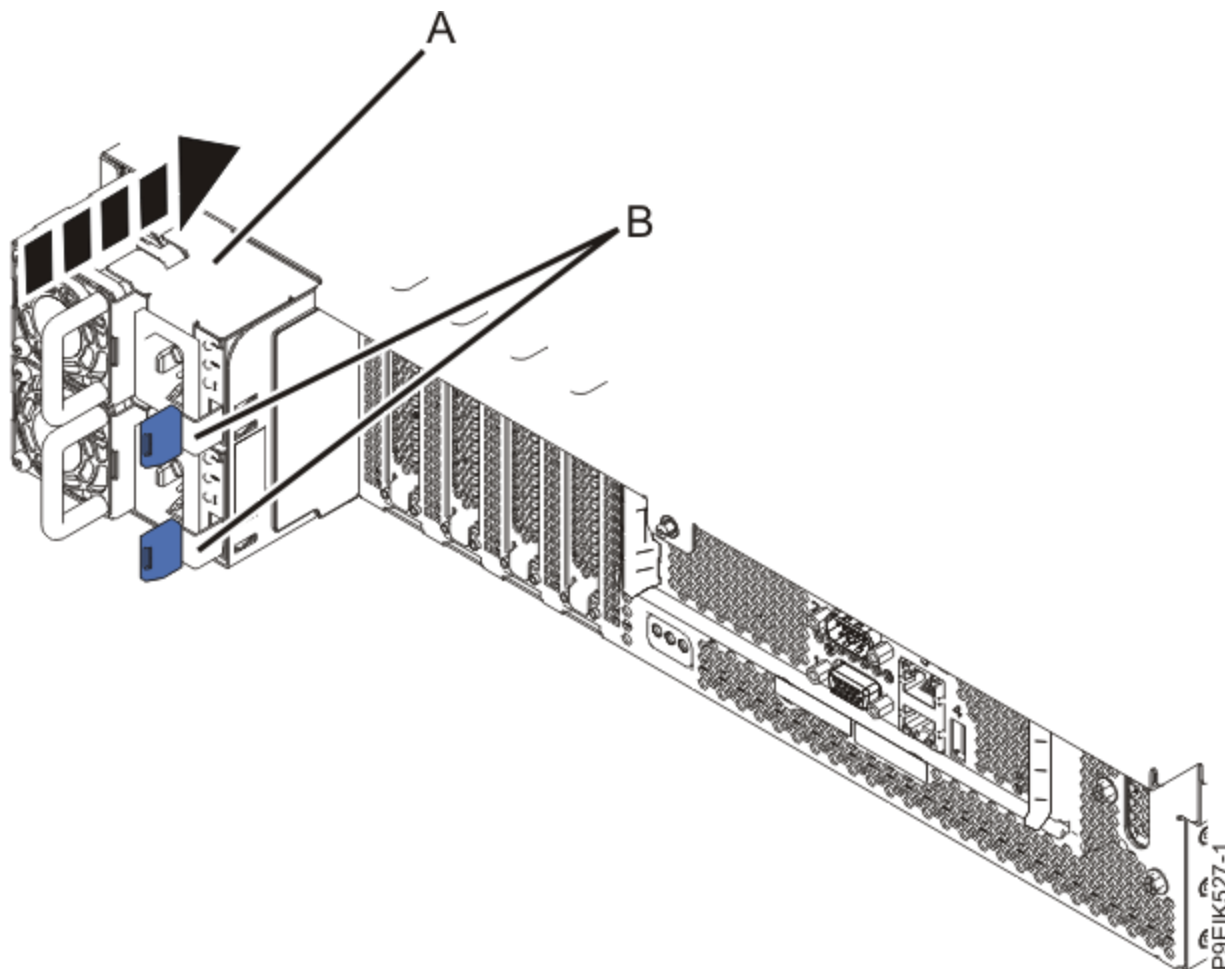

Figura 101. Sustitución de las fuentes de alimentación en el sistema
2. Sustituya las fuentes de alimentación tal como se muestra en la Figura 101 en la página 116.